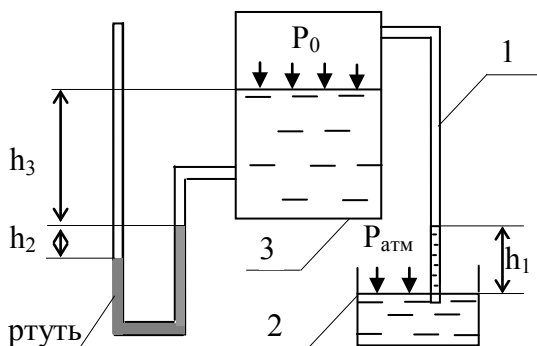

Рисунок 4.8
4.2.9 Визначити тиск в резервуарі P_0 і висоту підйому рівня рідини h_1 в трубці 1, якщо показники ртутного манометра h_2 і h_3 (рис. 4.8). (Позначення в таблиці відповідають позначенням у 4.2.5 – 4.2.7.)